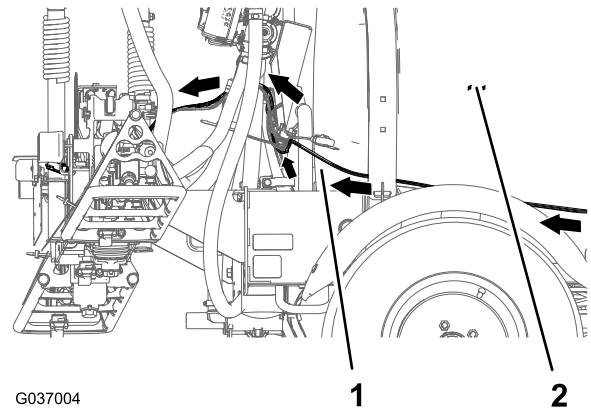

図 36
2. ワイヤハーネスを右側フレームチャネルタンクの近くに沿って配設する(図36)。